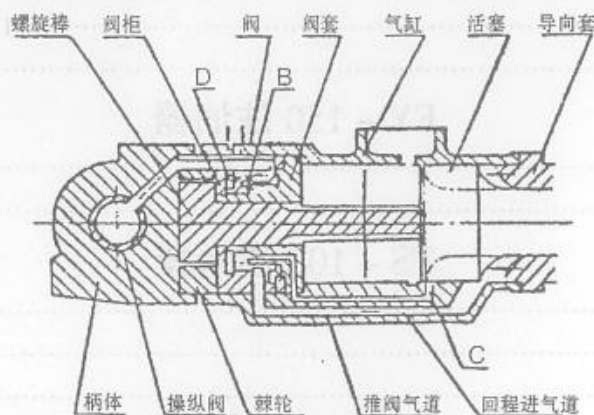

图 2 凿岩机返回行程气路
2、返回行程 如图 2，活塞冲击行程终了时，压缩空气从回程孔通入气缸右室，推动活塞返回运动。气缸右室接通孔口 C 时，一部分压缩空气能通向阀的内侧空间 B，推阀至左端，这时停止向气缸右室供气，开始向气缸左室供气；阀向左移动时，空间 D、B 的空气分别经气道逸出。当气缸右室与排气孔接通，右室气压接近于大气压，活塞由惯性压缩空气左室气垫，直至回程的终点。